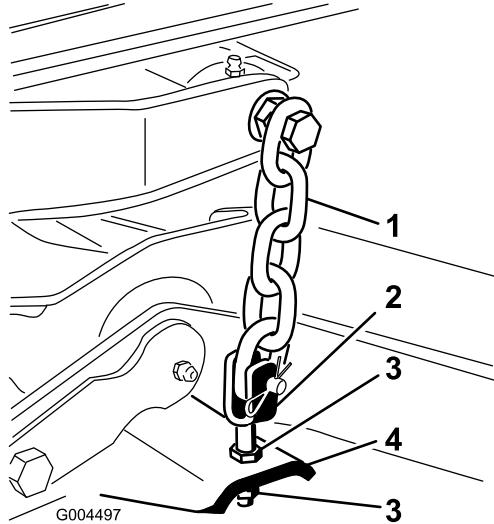

Figura 7
- 8. Ajuste las contratuerzas que fijan las horquillas/cadenas al cortacésped hasta que la unidad de corte quede nivelada (Figura 7).
- Ajuste las contratuercas que sujetan las horquillas/cadenas (Figura 7) de la parte trasera para elevar la parte trasera de la unidad de corte, de modo que la inclinación de las cuchillas sea de entre 8 y 11 mm.